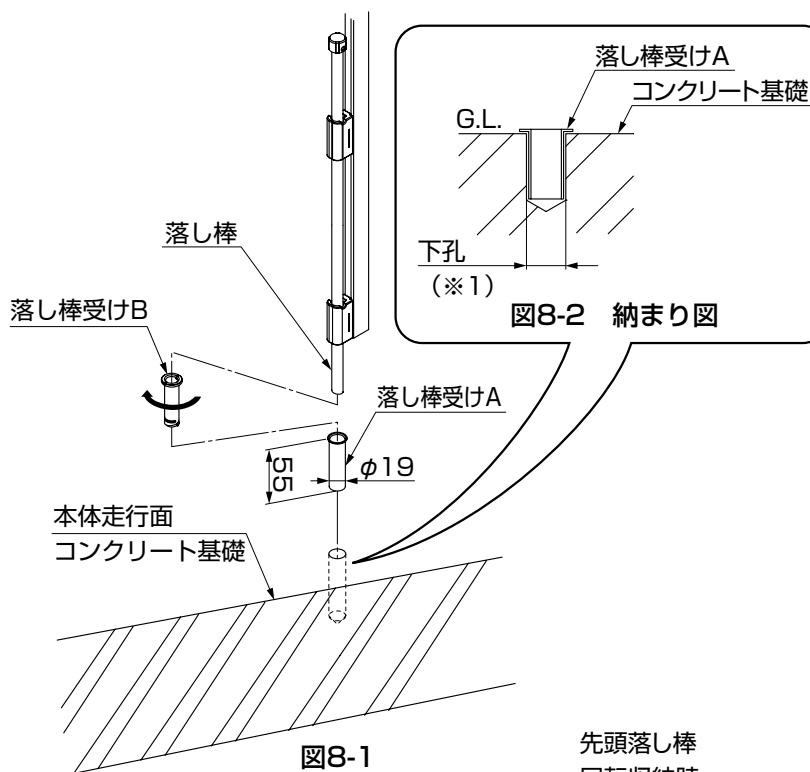

図8-1
- ① 落とし棒受けAをコンクリート基礎部に確実に固定してください。(図8-1参照)
- ② 落とし棒受けBを落とし棒受けAに回転しながら挿入してください。(図8-1参照)